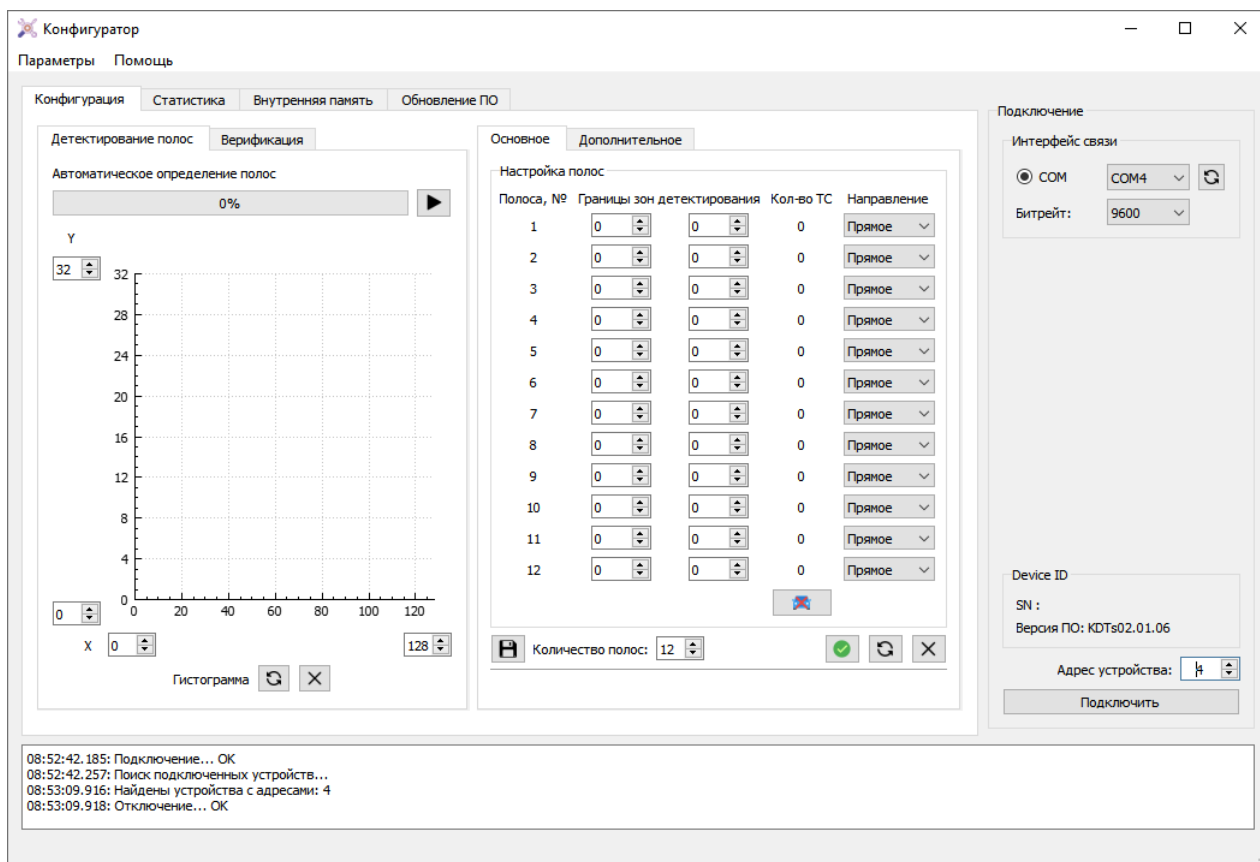

Рисунок 2.15 – Результат поиска подключенных устройств
2.9.3.2 В программе реализована возможность поиска (определение) подключенных устройств. При нажатии «Параметры» -> «Поиск устройств» производится циклический опрос с изменением адреса с 1 до 240 с параметрами интерфейса связи, установленными в области «Подключение». Период опроса задается в расширенных настройках (Вкладка «Параметры» -> «Расширенные настройки»). Результат поиска отображается в области журналирования (рисунок 2.15)